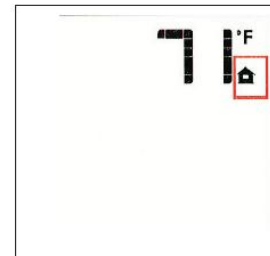

Figure 43. Arrêt du brûleur.
■ Appuyez sur la touche «ON/OFF» de l'émetteur. L'afficheur indiquera seulement la température ambiante et l'icône. En même temps, le récepteur désactivera la demande de chauffage et le brûleur s'éteindra. Voir Fig. 43. Un seul «bip» du récepteur confirmera la réception de la commande.